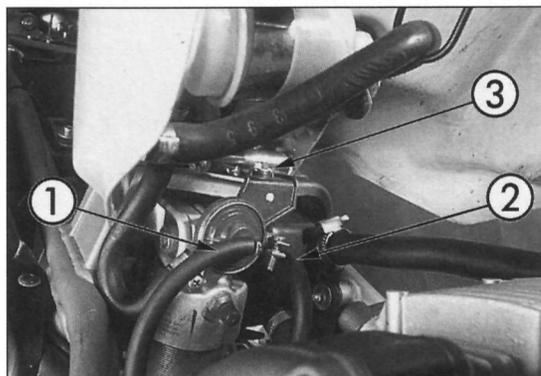

Bild 8
- Falls Zange nicht zur Verfügung steht, Unterdruck- und Benzinschlauch (zum Vergaser hin!) vom Benzinhahn (Bild 8) abziehen. Befestigungsschraube des Hahns ausdrehen und Benzinhahn mit Schlauch abnehmen.